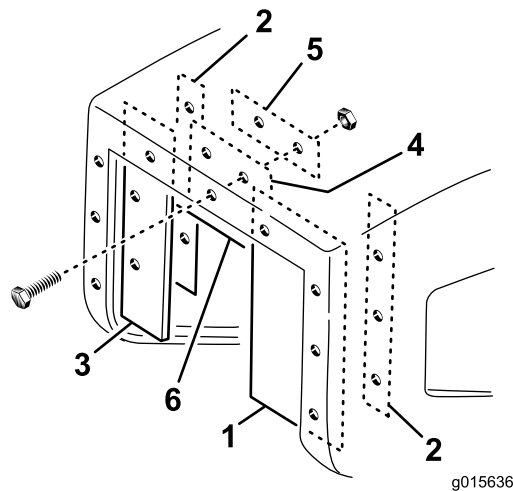

Figure 23
1. Fixez le déflecteur large sur le rebord intérieur droit de l'ouverture de la trémie à l'aide d'une longue plaquette, de 3 vis (n° 10 x 1 po) et écrous à embase (n° 10), comme montré à la Figure 23.
2. Fixez le déflecteur étroit sur le rebord intérieur gauche de l'ouverture de la trémie à l'aide d'une longue plaquette, de 3 vis (n° 10 x 1 po) et écrous à embase (n° 10), comme montré à la Figure 23.
4. Fixez le déflecteur supérieur sur le rebord intérieur supérieur de l'ouverture de la trémie à l'aide d'une plaquette courte, de 2 vis (n° 10 x 1 po) et 2 écrous à embase (n° 10–24), comme montré à la Figure 23.